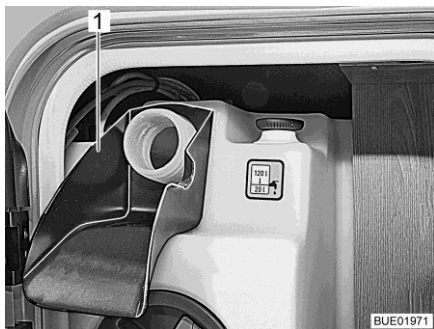

Fig. 264 Ayuda de llenado
- Encajar la ayuda de llenado (Fig. 264,1) en el tubo de llenado de agua potable.